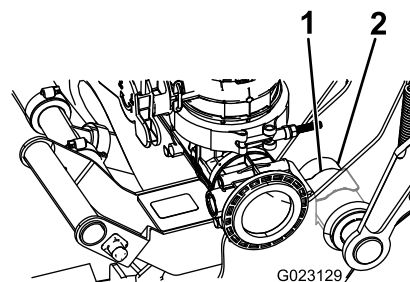

図 12
- D. そして、その位置から押して、クランプをピボットハウジングにはめる 図 12。